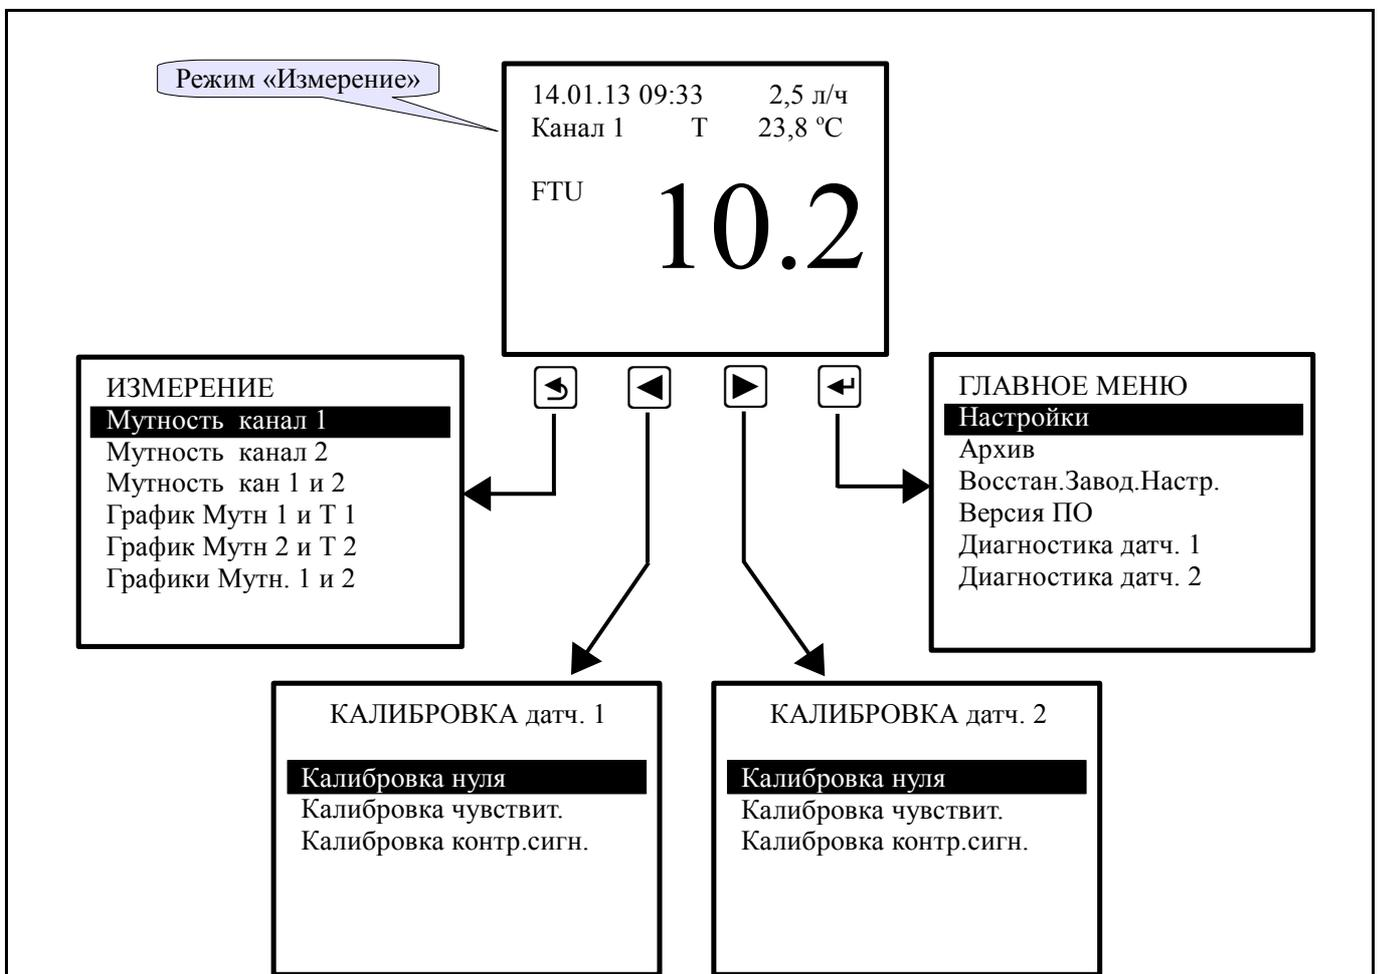

Рисунок 1 - Режим «Измерение»
8.4.2 Для входа в режим калибровки датчиков необходимо в режиме «Измерение» нажать кнопку для входа в режим «КАЛИБРОВКА датч. 1» или для входа в режим «КАЛИБРОВКА датч. 2» (смотри Рисунок 1).